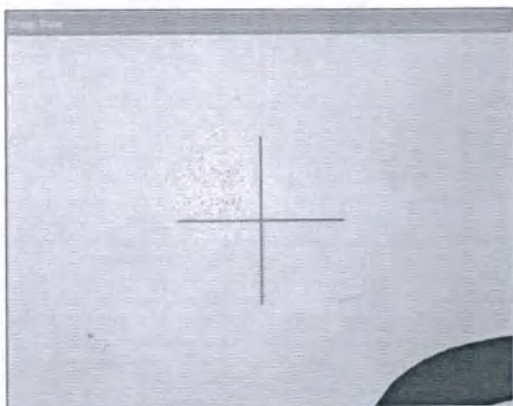

Рис. 1 Прицельная сетка точки В на изображении в интерактивном режиме
- Нажмите **Next** (Далее), чтобы начать процедуру калибровки. Если исходная точка отсека была откалибрована правильно, точка **В** и соответствующая ей прицельная сетка будут отображаться в поле просмотра (см. рис. 1). Система выполнит автоматическую калибровку расположения и фокусировки.